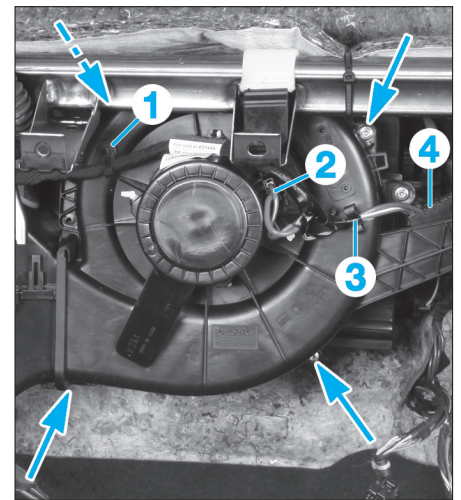

FIG. 24
- Extraire les câbles des colliers de serrage (1) et (3) (Fig.24).